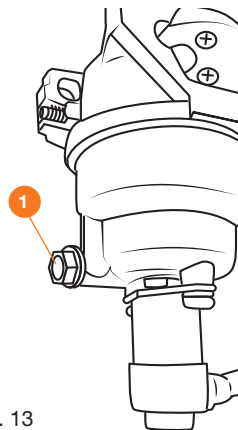

Рис. 13
2. Выверните винт 1 для слива топлива и слейте его остатки в подходящую емкость (Рис. 13).